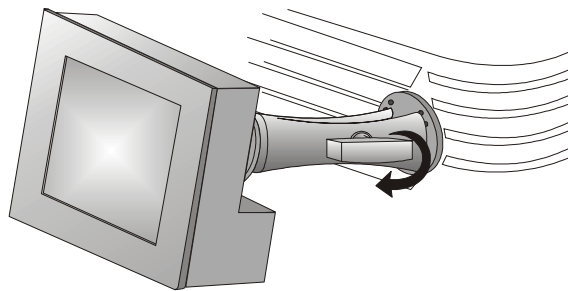

図 2-4
2. ボールジョイント上でしっかりとまるまで取り付けアームを締めます。図 2-4